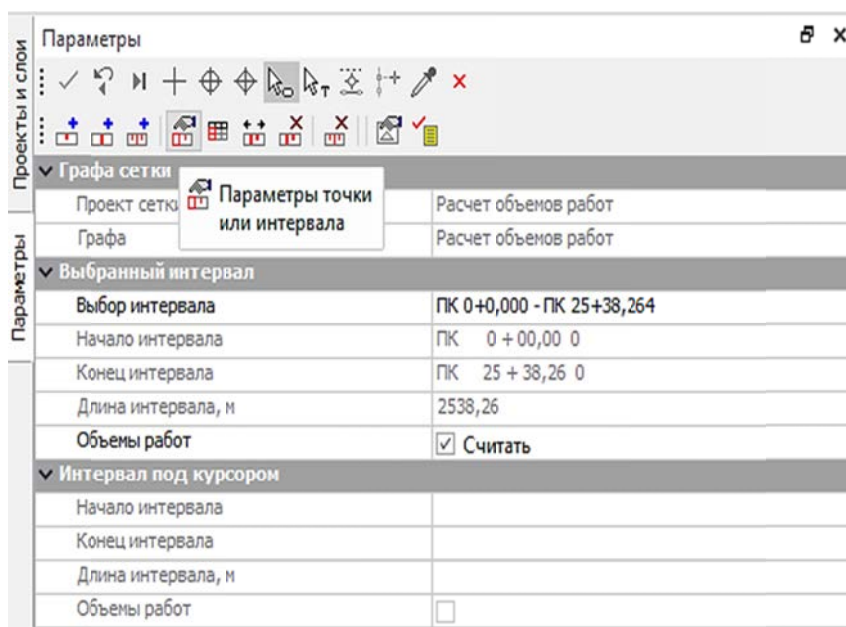
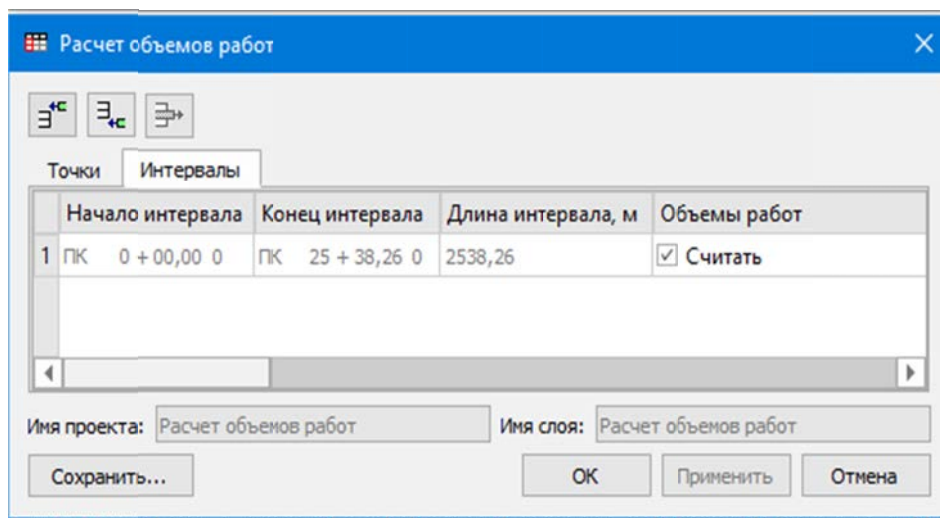

Рис. 2.4. Параметры интервала «Расчет объемов работ»
Рис. 2.5. Редактирование в таблице расчета объемов работ
3. По умолчанию в графе **Расчет объемов работ** по всей длине трассы создан интервал с настройкой **Объемы работ = Считать** (рис. 2.4).
Настройку **Считать / Не считать** объемы для выбранного интервала можно изменить в его параметрах (команда **ПАРАМЕТРЫ ТОЧКИ ИЛИ ИНТЕРВАЛА** (рис. 2.4) и через редактирование в таблице на вкладке **Интервалы** (рис. 2.5)).